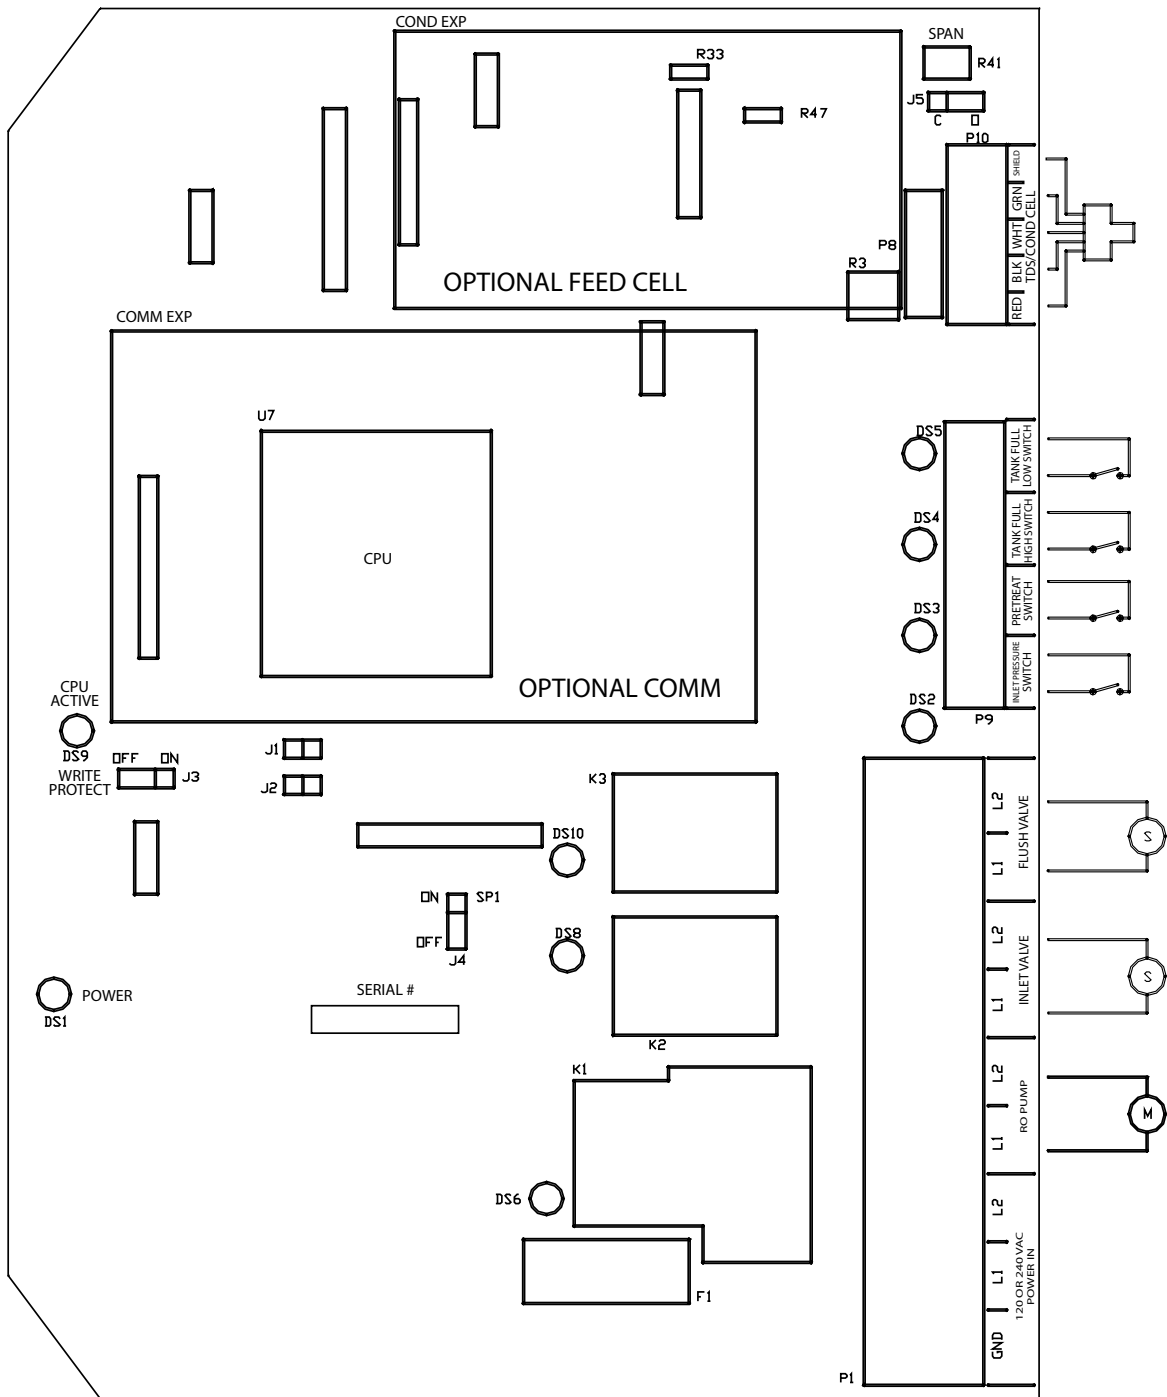

Figura 2
- Consulte la Figura 1 para conocer la ubicación de las teclas utilizadas para mostrar o cambiar los puntos de ajuste y la Figura 2 para conocer la ubicación del cable de puente de protección contra escritura, J3. Para que la unidad pueda aceptar un cambio en un punto de ajuste, el cable de puente de cortocircuito debe estar en la posición de apagado (pasador central e izquierdo).